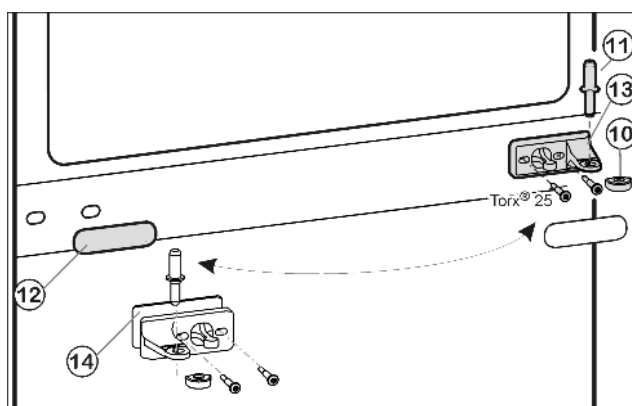
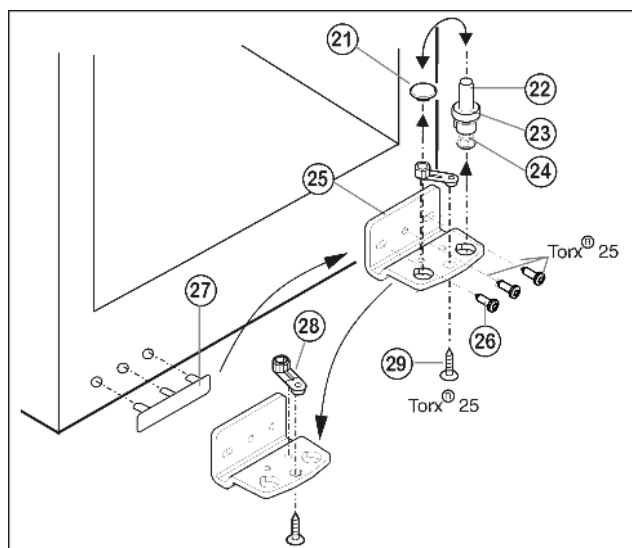

Fig. 8
Fig. 9
- ▶ Middelste lagerbout *Fig. 8 (11)* uit de lagerbus en de onderste deur uittrekken.
- ▶ Kunststof kapje *Fig. 8 (10)* afnemen.
- ▶ Middelste lagerbus *Fig. 8 (13)* losschroeven (2 maal Torx® 25).
- ▶ Afdekplaat *Fig. 8 (12)* voorzichtig afhalen.
- ▶ Middelste lagerbus *Fig. 8 (13)* met onderlegschiifje *Fig. 8 (14)* 180° gedraaid aan de nieuwe scharnierkant **goed (met 4 Nm)** vastschroeven.
- ▶ Afdekplaat *Fig. 8 (12)* 180° gedraaid aan de nieuwe greepzijde weer vastklikken.
- ▶ Lagerbout *Fig. 9 (22)* compleet met schijfje *Fig. 9 (23)* en stelplaatje *Fig. 9 (24)* naar boven eruit trekken.
- ▶ Stop *Fig. 9 (21)* eraf halen.
- ▶ Lagerbus *Fig. 9 (25)* losschroeven *Fig. 9 (26)*.
- ▶ Lagerdeel *Fig. 9 (28)* losschroeven *Fig. 9 (29)* en in het tegenoverliggende opnamegat van de lagerbus omzetten en weer vastschroeven.
- ▶ Afdekking aan de greepzijde *Fig. 9 (27)* voorzichtig optillen en op de tegenoverliggende zijde plaatsen.
- ▶ Lagerbus *Fig. 9 (25)* aan de nieuwe scharnierzijde evt. met behulp van een accuschroevendraaier weer **goed (met 4 Nm)** vastschroeven.
- ▶ Stop *Fig. 9 (21)* weer in het andere gat aanbrengen.
- ▶ Lagerbout *Fig. 9 (22)* compleet met schijfje en stelplaatje weer aanbrengen. Er daarbij erop letten, dat de sluitnok naar achter wijst.
- ▶ Plaats de onderste deur van boven op de onderste lagerbout *Fig. 9 (22)*.
- ▶ Het kunststof kapje *Fig. 8 (10)* weer op de middelste lagerbus *Fig. 8 (13)* zetten.
- ▶ Middelste lagerbout *Fig. 8 (11)* op de nieuwe scharnierzijde in de onderste deur plaatsen door de middelste lagerbus *Fig. 8 (13)*.
- ▶ Bovenste deur op de middelste lagerbout *Fig. 8 (11)* zetten.
- ▶ De deuren eventueel via de beide langgaten in de onderste lagerbus Fig. 9 (25) en middelste lagerbus Fig. 8 (13) ten opzichte van de kast uitlijnen. Eerst de middelste schroef in de onderste lagerbus Fig. 9 (25) uitdraaien.